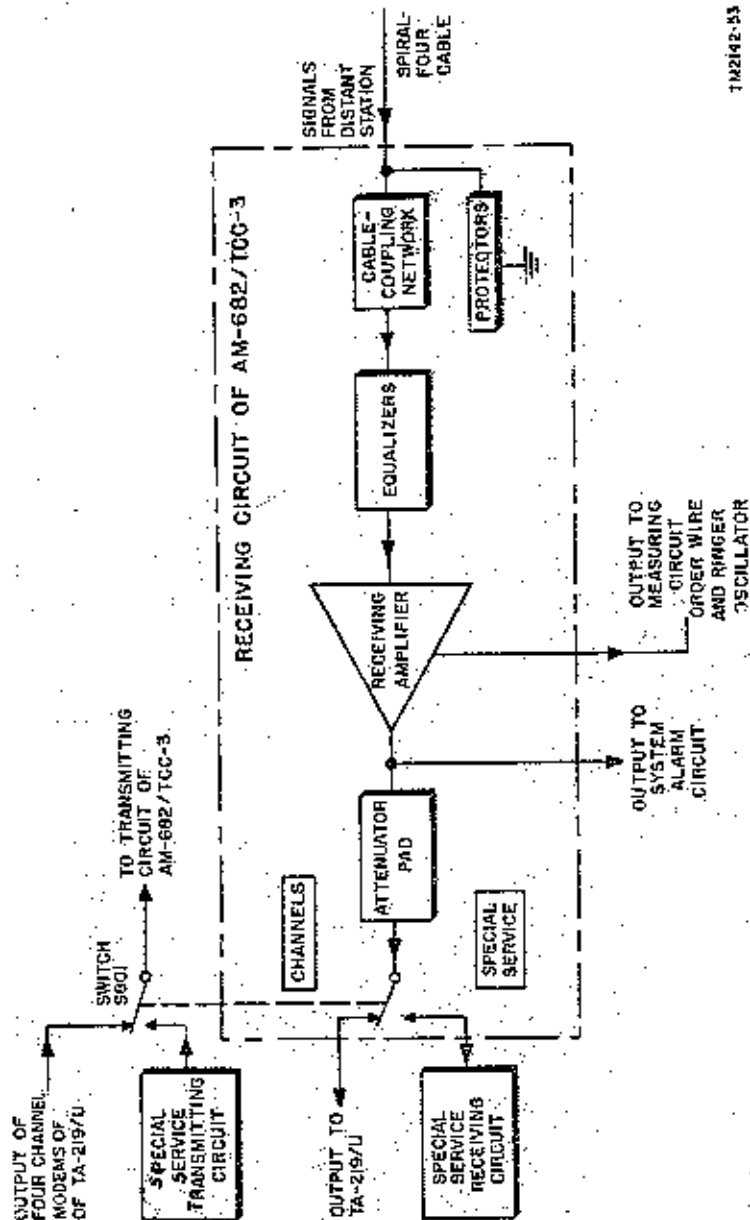

Fig.20 AM-682/TCC-3 - Schema a blocchi del ramo ricevente
a) Schema a blocchi del ramo ricevente dell'AM-682 (fig.20)